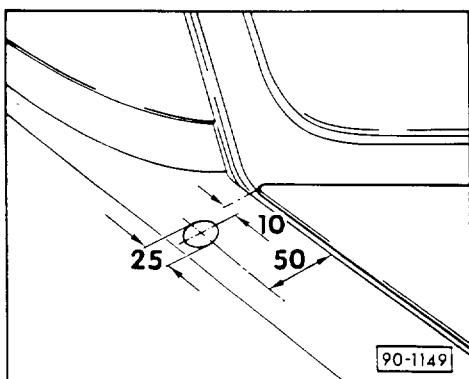

Рис. 4 Установка антенны
♦ снятие и установка ⇒ рис. 4
< Рис. 4 Снятие и установка адаптера громкоговорителя с широкополосным громкоговорителем
- ◆ Целесообразно устанавливать штыревые антенны или антенны с электроприводом. Необходимые для установки данные ⇒ рис. 4.
- ◆ установка антенны ⇒ рис. 4